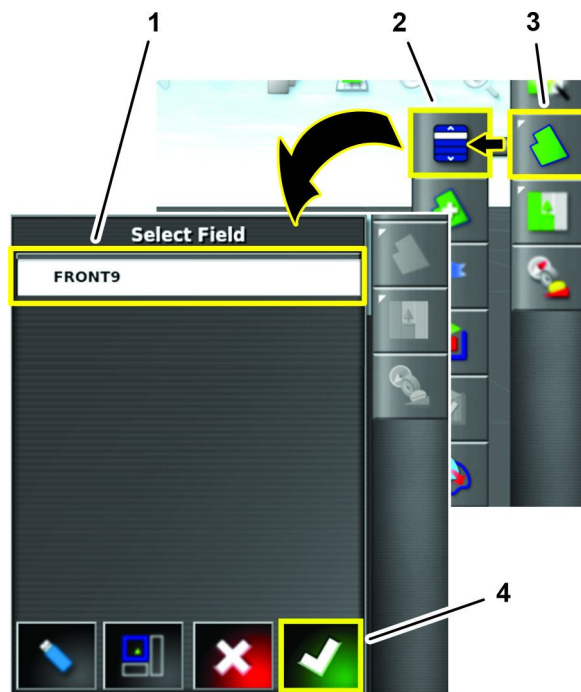

Figura 72
2. Pressione o ícone MENU DE CAMPOS e, em seguida, o ícone SELECIONAR CAMPO (Figura 72).
3. Pressione o ícone CAMPO com o qual serão misturados os limites da máquina nº 2 e, em seguida, pressione o ícone Confirmar (Figura 72).